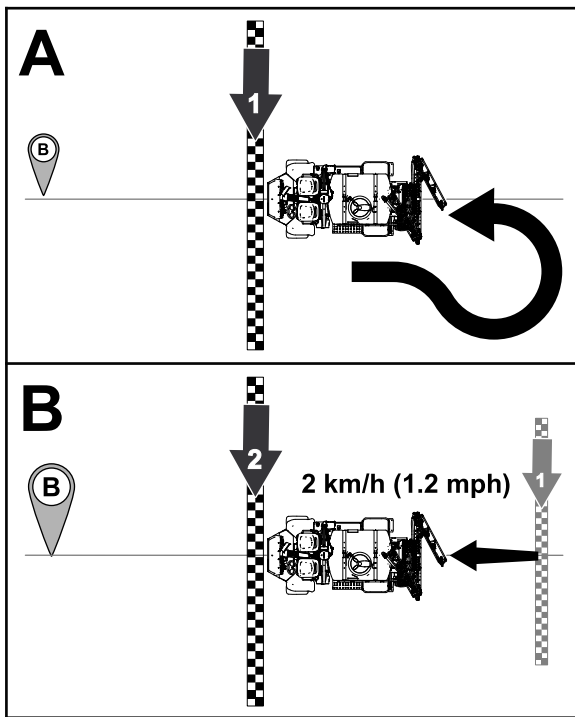

Bild 170
Wenden Sie die Maschine und richten Sie sie an den Positionsvorgaben A und B auf der Steuerkonsole aus (Bild 170).
8. Bevor Sie Punkt B erreichen, stellen Sie die Fahrgeschwindigkeit der Maschine auf 2 km/h ein und aktivieren die Gasbedienungsperre der Maschine (Bild 170).